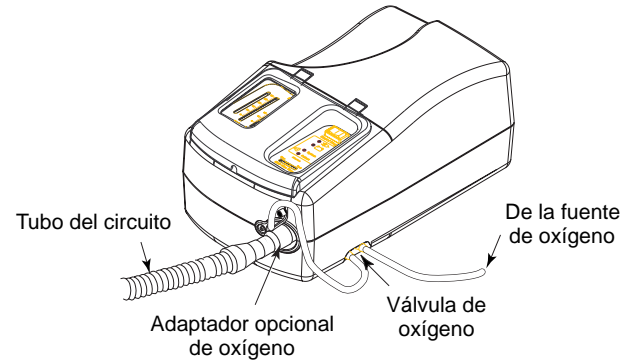

Figura 8-2. Cómo conectar el tubo de oxígeno al sistema Harmony S/T.
PASO 1 Tal como se muestra en la figura 8-2, conecte el tubo de oxígeno al orificio posterior de la válvula de oxígeno. Esta válvula impide que el oxígeno penetre en el interior de la unidad Harmony S/T mientras la unidad está apagada.